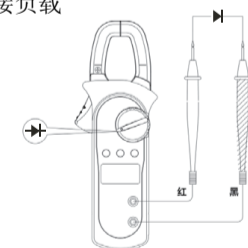

图6
4. 二极管测量 (\rightarrow •) (见图6)